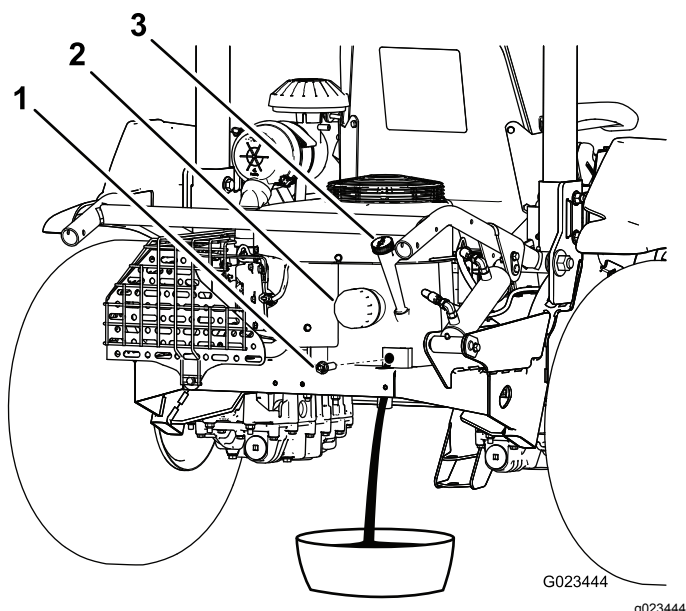

Figura 39
3. Retire el tapón de vaciado (Figura 39) y deje que el aceite se drene en un recipiente apropiado. Cuando el aceite deje de fluir, coloque el tapón de vaciado.